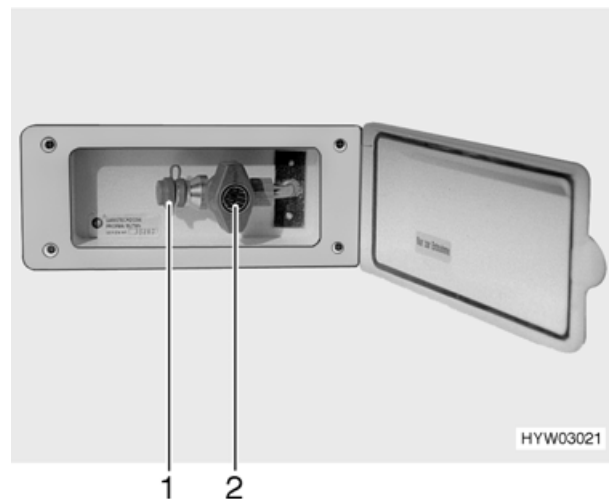

Bild 51 Externer Gasanschluss, Absperrhahn geschlossen
- ▶ Wenn der externe Gasanschluss nicht genutzt wird, immer den Absperrhahn (Bild 51,2) schließen.
- ▶ Darauf achten, dass nach dem Anschließen und nach dem Öffnen des Absperrhahns kein Gas an der Anschluss-Stelle (Bild 51,1) austritt. Wenn der externe Gasanschluss nicht dicht ist, strömt Gas ins Freie. Sofort den Absperrhahn und das Haupt-Absperrventil an der Gasflasche schließen. Den externen Gasanschluss von einer autorisierten Fachwerkstatt prüfen lassen.
Der externe Gasanschluss (Bild 51) befindet sich vorne rechts neben dem Gaskasten.